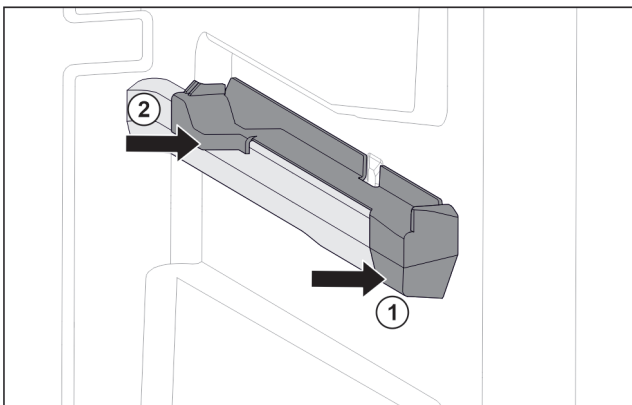

Fig. 25 Insteekelement op rechter containerrib
- ▶ Insteekelement voor tegen containerrib plaatsen. Fig. 25 (1)
- ▶ Insteekelement achter aandrukken. Fig. 25 (2)